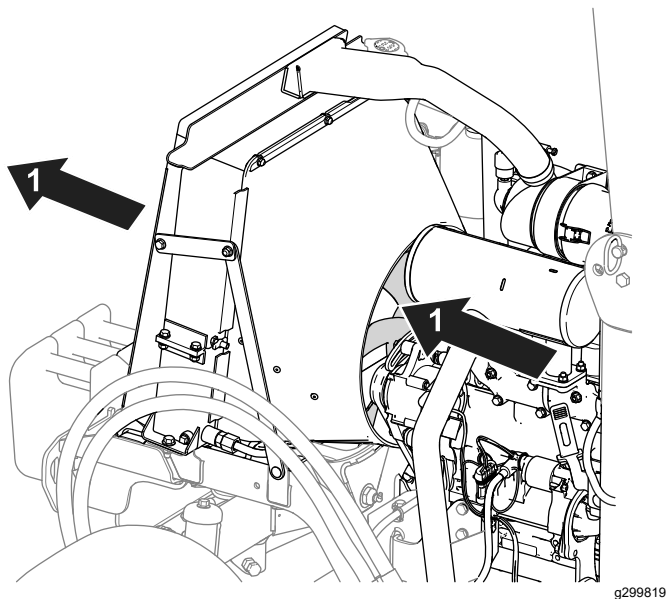

図 70
- ラジエターの冷却フィンの清掃は圧縮空気で行ってください。機体内部から外部に向かってエアを吹き付けます 図 70。